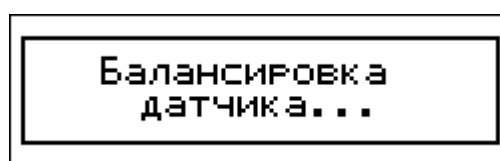

Рис. 22. Информационное сообщение
*Примечание: при первом вызове Селективного режима (из основного меню) прибор производит проверку балансировки датчика и при необходимости корректирует ее. Такая корректировка может потребоваться, например, при резкой смене температуры воздуха. Во время подстройки на экране кратковременно появится предупреждающая надпись (см. рис. 22.). Чтобы подстройка прошла правильно, вблизи датчика не должно быть массивных металлических предметов. Поэтому в этот момент необходимо держать датчик на расстоянии не менее 30 см от грунта и металлических предметов.*
В верхнем правом углу (см. рис.22) индицируются текущее напряжение аккумуляторной батареи. Зная конкретный тип аккумулятора можно примерно оценивать степень его остаточного заряда.